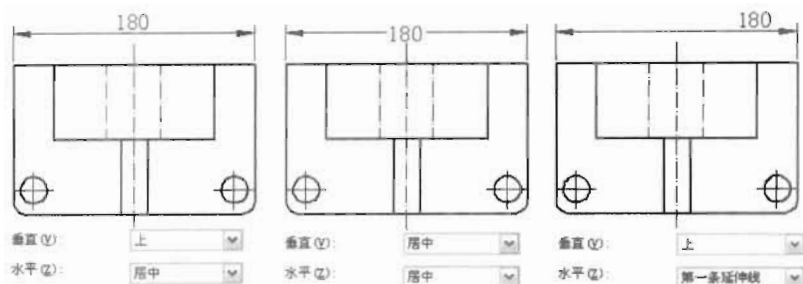

图 10-12
① 控制标注文字的外观：在“文字”选项卡中可以指定文字颜色和与当前文字样式高度设置无关的高度，还可以指定基本标注文字与其包围线框之间的间距。关于文字样式设置，可参见第 10 章的内容。
② 控制标注文字的位置：使用文字位置选项可以将文字自动放置在尺寸线的中心、尺寸界线之内或尺寸界线上，如图 10-12 所示。